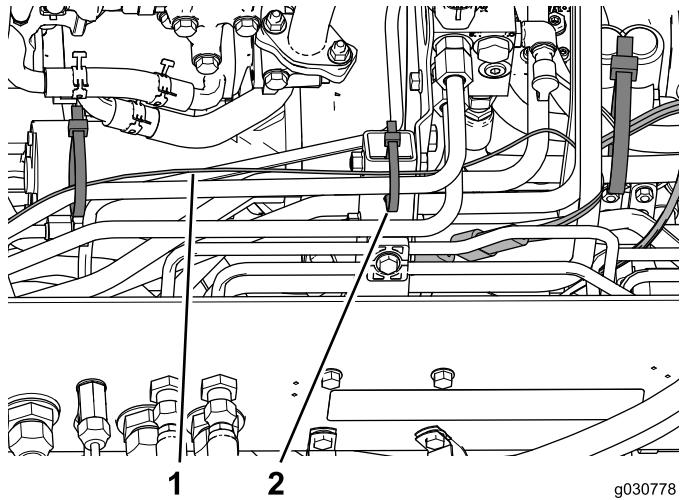

Figura 51
5. Utilice bridás para sujetar el arnés de cables a las mangueras y tubos hidráulicos en los puntos indicados en Figura 51 y Figura 52.